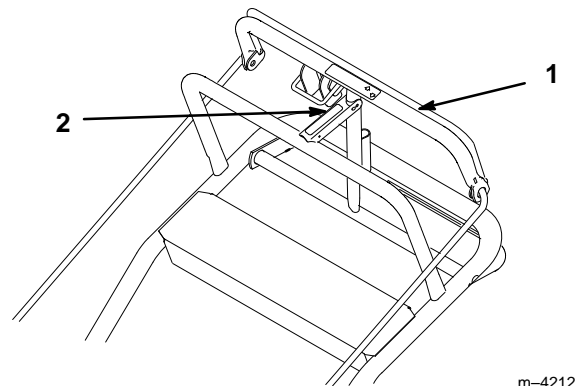

Figure 13
1. Tirer la barre de commande supérieure vers l'arrière (Fig. 13). Abaisser le levier de frein de stationnement en position débloquée.
1. Tirer la barre de commande supérieure vers l'arrière et la maintenir dans cette position (Fig. 13).
2. Relever le levier de frein de stationnement et lâcher progressivement la barre de commande supérieure (Fig. 13). Le frein de stationnement doit rester en position serré (verrouillé).